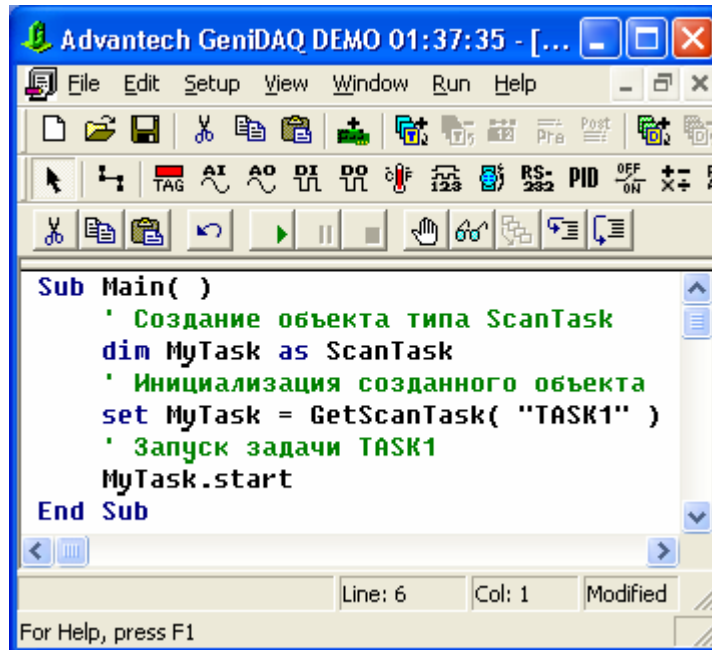

Рис. 4.127. Основной сценарий стратегии
5. *Пятое действие.* Добавьте в стратегию основной сценарий. Для этого выполните команду **File | Add/Delete | Add Main Script** и в появившемся окне редактора сценариев введите текст, показанный на рис. 4.127.